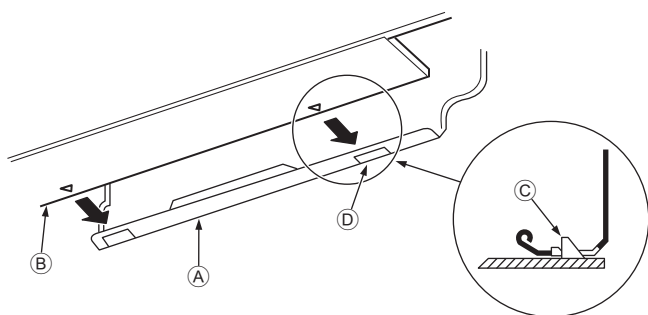

Рис. 3-10
5. Закрепите блок, вдвинув его нижнюю часть в монтажную плиту Ⓢ. (Рис. 3-10)